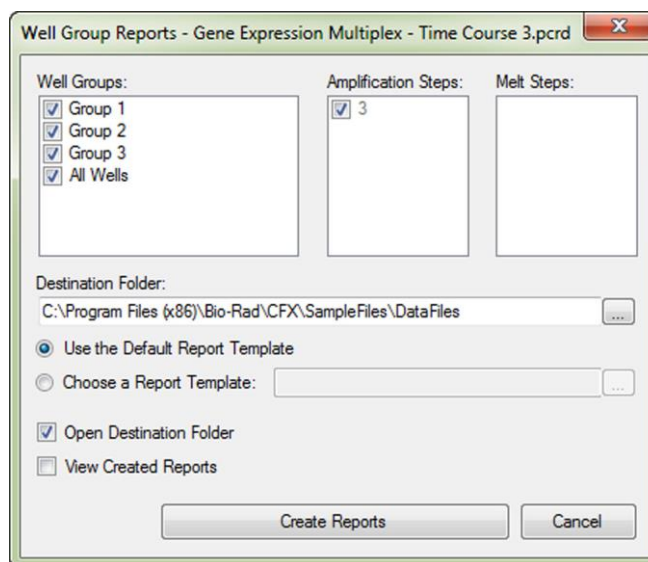

Рис. 79. Окно Well Group Reports
2. В окне **Well Groups Reports** (Рис. 79) можно задать группы лунок (опция Well Groups), этапы амплификации (опция Amplification Steps) и этапы плавления (опция Melt Steps) для включения в отчеты, выбрав соответствующую кнопку-флажок.